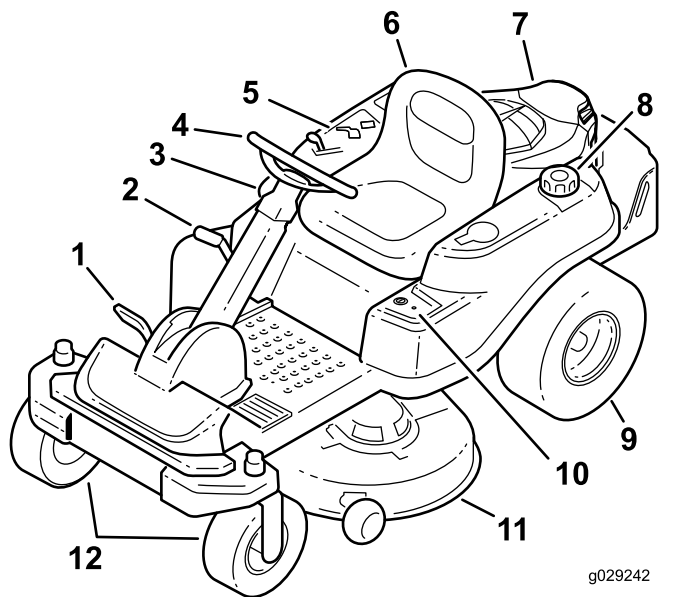
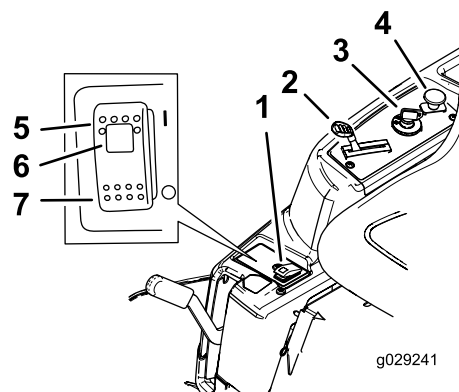
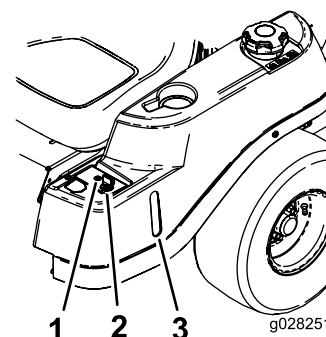

Figura 4
Figura 5
Figura 6
Antes de poner en marcha el motor y trabajar con la máquina, familiarícese con todos los controles en Figura 4, Figura 5 y Figura 6.
El interruptor de encendido tiene 3 posiciones—Desconectado, Marcha y Arranque. La llave puede girarse a Arranque, y se volverá a Marcha al soltarse. Gire la llave a la posición de Desconectado para parar el motor; no obstante, siempre retire la llave al dejar la máquina desatendida para evitar que alguien arranque el motor accidentalmente (Figura 5).
del motor y hacia atrás para reducir la velocidad del motor (Figura 5).
El mando de control de las cuchillas (TDF) engrana y desengrana la transmisión de potencia a las cuchillas del cortacésped (Figura 5).
La mirilla de combustible, situada en el lado izquierdo de la máquina, puede utilizarse para verificar la presencia de gasolina en el depósito (Figura 6).
Este interruptor permite segar en marcha atrás cuando está activado. Para activar esta función, ponga el interruptor en Conectado y suéltelo una vez que la TDF esté engranada. Para desactivarla, desengrane la toma de fuerza (TDF) (Figura 6).
El indicador de operación en marcha atrás se enciende cuando se utiliza la llave KeyChoice para desconectar el sistema de seguridad de operación en marcha atrás. Es un recordatorio de que el sistema de seguridad está desactivado. El indicador se apaga cuando se desengrana la TDF o se apaga el motor. Cuando el indicador está encendido, mire hacia atrás y extreme las precauciones al conducir en marcha atrás (Figura 6).
- Al mover el interruptor SmartPark™ a la posición de Conectado (Figura 5).